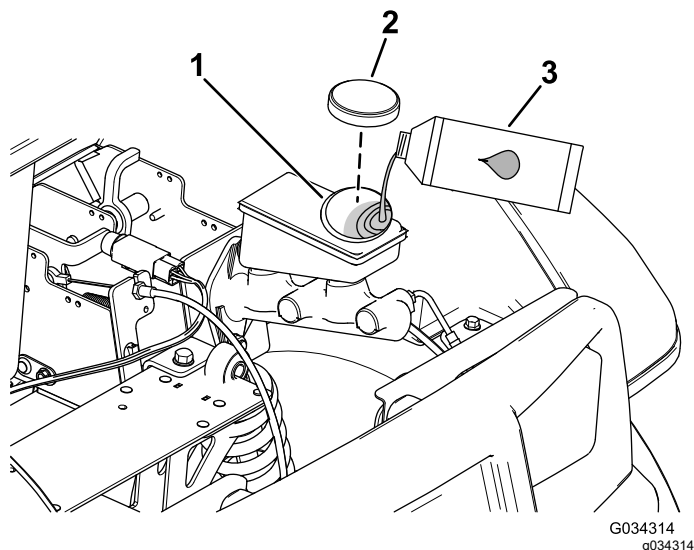

Bild 52
2. Heben Sie die Haube an, um den Hauptbremszylinder und den Behälter zugänglich zu machen (Bild 52).
- A. Reinigen Sie den Bereich um den Behälterdeckel und nehmen den Deckel ab (Bild 52).
- C. Schrauben Sie den Behälterdeckel wieder auf (Bild 52).